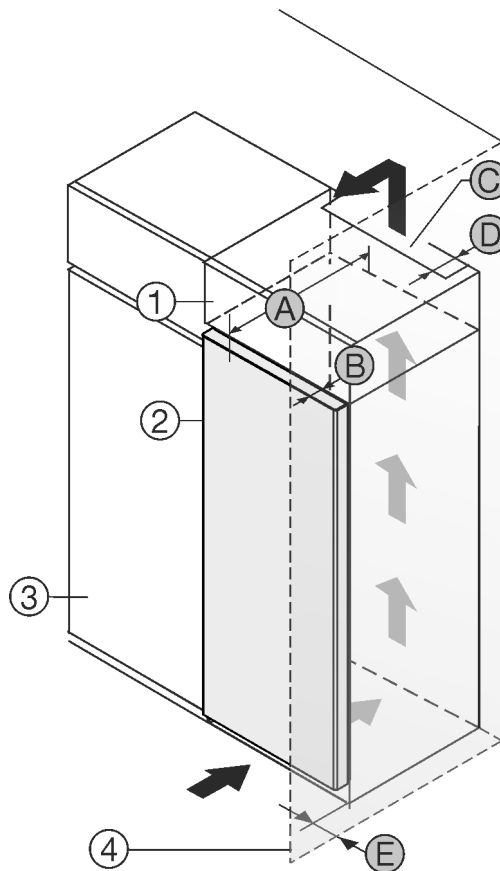

Fig. 1
Вы можете установить устройство непосредственно рядом с кухонным шкафом Fig. 1 (3).
На задней стенке дополнительного шкафчика должен быть вентиляционный канал с глубиной Fig. 1 (D) по всей ширине этого шкафа.\*
Нужно соблюдать вентиляционное отверстие Fig. 1 (C) под нижней панелью.\*
Если устройство устанавливается на шарнирах у стены Fig. 1 (4), то расстояние между устройством и стеной должно быть не менее 13 мм.\*
Если устройство устанавливается на шарнирах у стены Fig. 1 (4), то расстояние между устройством и стеной должно быть не менее 20 мм.\*
Чтобы можно было полностью открыть дверь, устройство должно выступать на глубину двери Fig. 1 (B) относительно передней стенки кухонного шкафа. В зависимости от глубины кухонных шкафов Fig. 1 (3) и использования пристенных распорок устройство может выступать и больше.\*